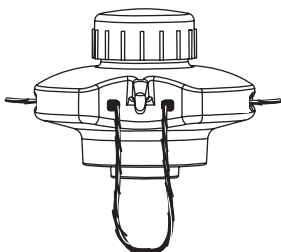

Fig. 17
2. Poussez les extrémités à travers jusqu'à ce qu'elles dépassent des côtés de la tête (Fig. 17).